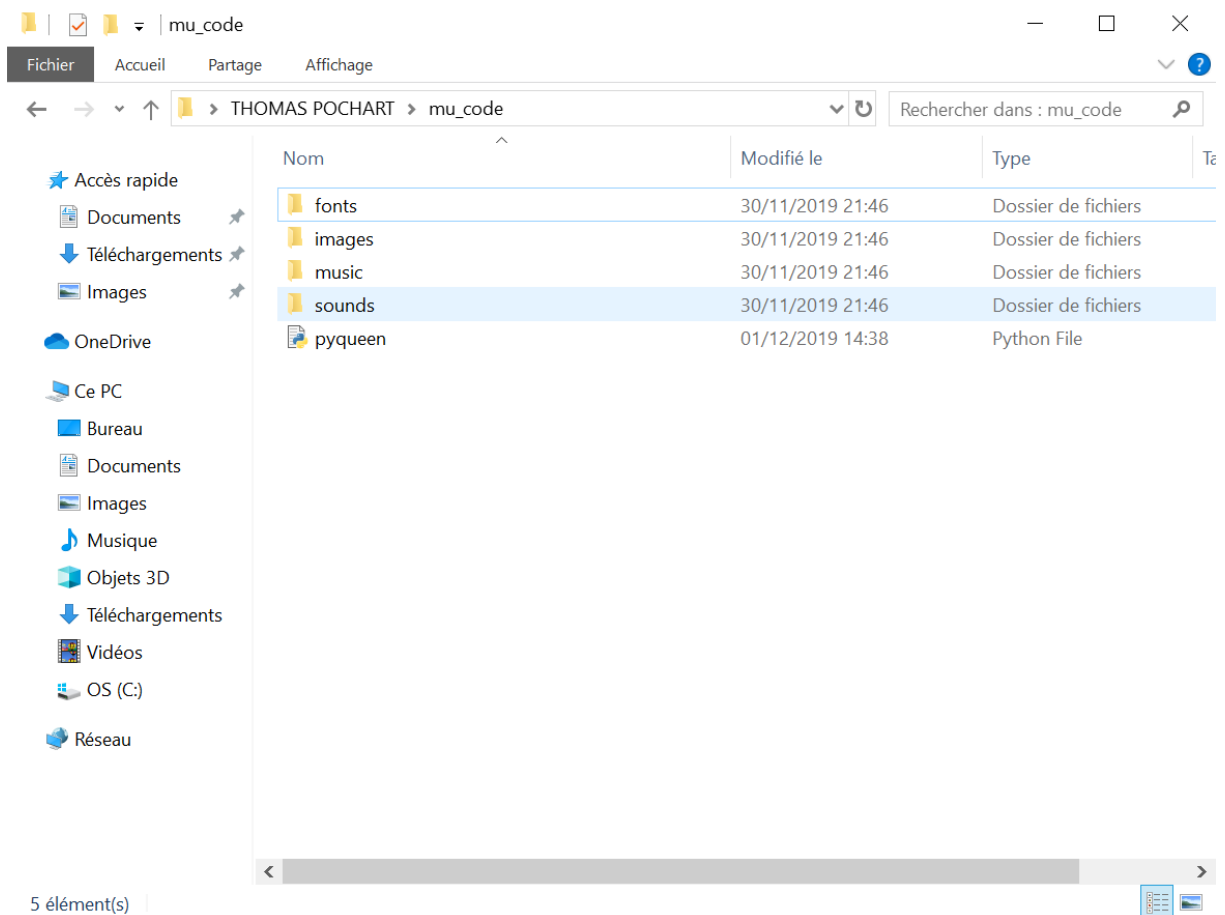

Fig. 26 : Placement du fichier pyqueen.py dans le dossier mu\_code.
4. Placer le fichier pyqueen.py dans le dossier mu\_code situé dans le dossier de l'utilisateur actuel sous Windows (fig. 26).